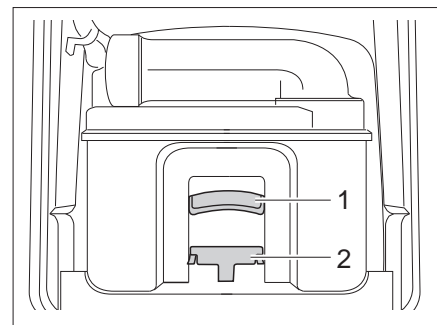

Fig. 151 Cassette Thetford
- Tirer l'étrier de fixation (Fig. 151,2) vers l'avant afin de déverrouiller la toilette à cassette et extraire la cassette par la poignée (Fig. 151,1).